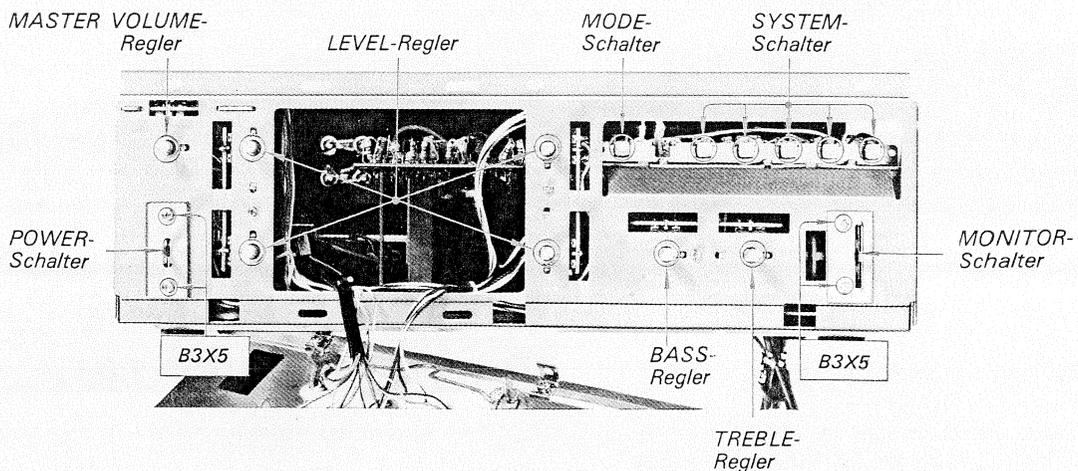

Fig. 2-8. Auswechseln von Bedienelementen
2. Alle Bedienelemente können durch Entfernen der in Fig. 2-8 gezeigten Schrauben oder Muttern ausgebaut werden.